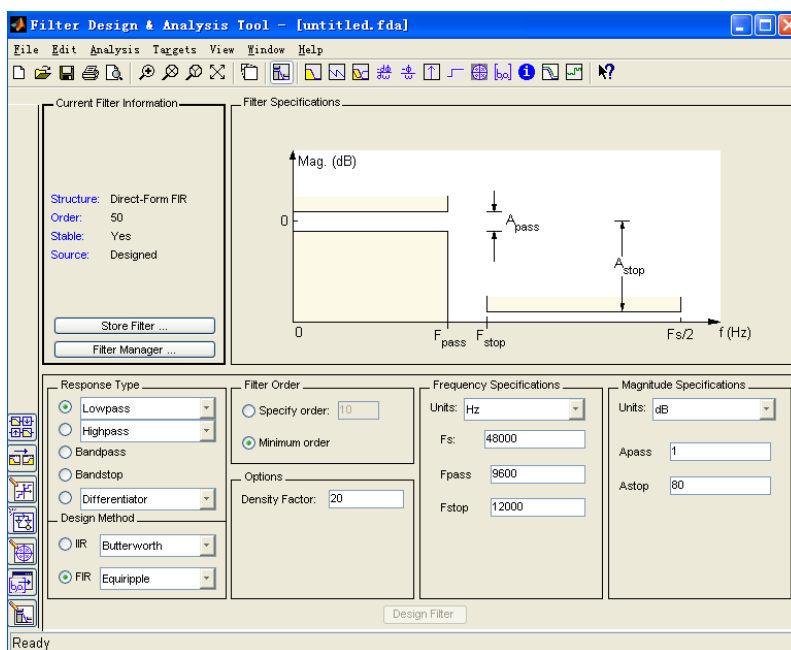

图 1-1
1.1、在 Matlab 的 Start 菜单中选择 Toolboxes -> Filter Design -> Filter Design & Analysis Tools(fdatool)，或者在命令行中输入 fdatool 来启动滤波器设计分析器。启动成功后界面如图 1-1 所示。